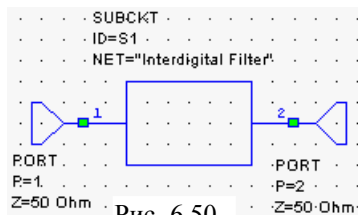

Рис. 6.50
5. Щёлкните мышкой по значку **Port** на панели инструментов и установите порт на входе схемы. Аналогично установите порт на выходе схемы, предварительно два раза щёлкнув правой кнопкой мышки, чтобы развернуть порт на 180 градусов. Созданная схема должна иметь вид, показанный на рис. 6.50.